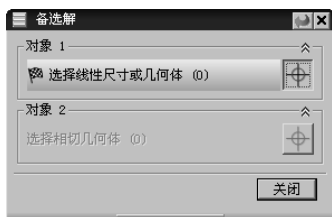

图 5.9.2 “备选解”对话框
“草图约束”工具条中没有“备选解”按钮，读者可以在工具条中加入此  按钮，也可通过定制的方法在下拉菜单中添加该命令（以下如有添加命令或按钮的情况将不再说明）。单击此按钮，则会弹出“备选解”对话框（图 5.9.2），在系统 **选择一个尺寸或圆/圆弧** 的
- Step 3** 选择命令。选择下拉菜单 **工具 (T)** → **约束 (C)** → **备选解方案 (A)...** 命令，系统弹出“备选解”对话框，如图 5.9.2 所示。